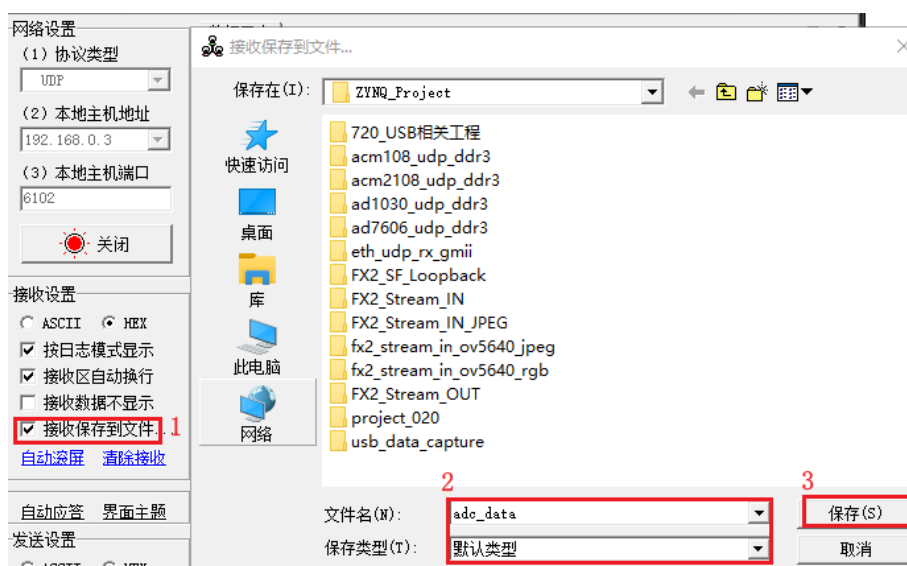

图 1-12 设置保存文件
6. 点击“接收保存到文件”这几个字，在弹出的界面中设置文件路径、文件名称，如下图 1-12 所示。这样在数据接收完成之后会保存一个数据文件。方便后面进行分析。